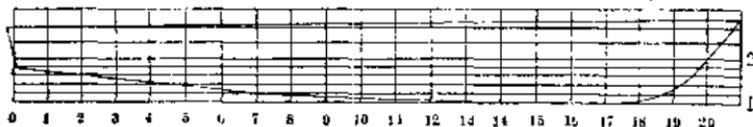

图 16
i. 侧面图(图16)表示船体的长、深和载重水线位置。
把船体由尾到首在两柱间长\* 沿基线等距离切出10个或20个横剖面,用数字标成由0到10或到20(图16);构成横剖